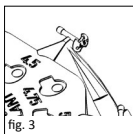

fig. 3
■ **fig. 3** Separatorul selectat pentru măsurare va fi tăiat cu ajutorul unei microfoarfeci (REF 8000 172) și transportat în urechea medie cu ajutorul unui aspirator sau a unui alt instrument microchirurgical.
■ 图 3 用显微剪刀将需要的测量头剪下,并用吸引器或其他显微器械将其放入中耳。(REF 8000 172)